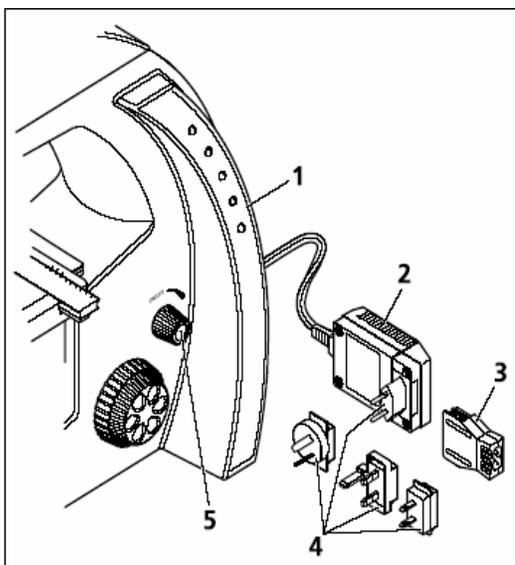

Figura 3 Preparação do microscópio
- Remover a unidade alimentadora conectável (Figura 3/2) de seu alojamento no lado posterior do estativo do microscópio.
- Caso necessário, substituir o adaptador de conexão à rede instalado por um adaptador usual no país, que também é fornecido (Figura 3/4). Para isso, remover o adaptador existente e conectar o adaptador desejado.
- Se, por razões de espaço, não for possível inserir a unidade alimentadora conectável na tomada, pode-se substituir o adaptador IEC fornecido (Figura 3/3). Agora, a unidade alimentadora conectável pode dispor de plano e se conectar à rede elétrica, através de um cabo para aparelhos típicos do país.
- Conectar o microscópio mediante o interruptor giratório (Figura 3/5) e ajustar a intensidade luminosa desejada.
Os diodos luminescentes azuis (Figura 3/1) integrados em ambos os lados do estativo indicam este ajuste em cinco escalões.